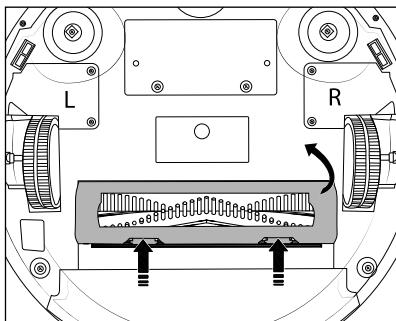

Abb. 14
- ♦ Drücken Sie auf die beiden Entriegelungstasten der Bürstenrollenabdeckung 17, um diese zu lösen. Nehmen Sie die Bürstenrollenabdeckung 17 vom Gerät ab (siehe Abb. 14).